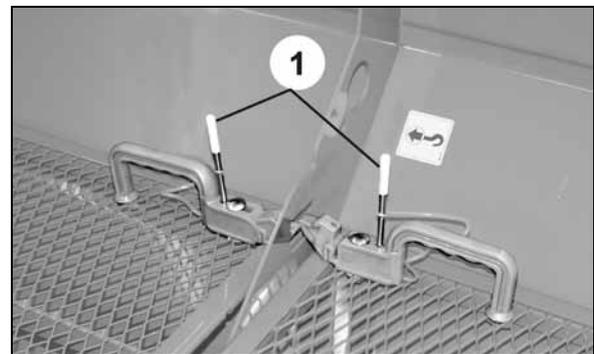

Fig. 22
- (Fig. 22/1) posición de estacionamiento (posición estándar)